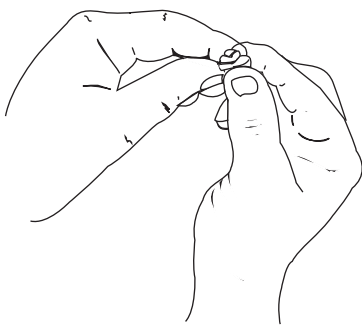

Fig. 47
5. Pressez le filtre pour répartir et drainer l'excédent d'huile (Fig. 47).